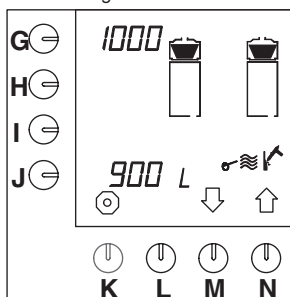

Fig. 39 Symbole de la demande de détartrage du système de filtration
- Appuyez sur la touche de sélection (M.)↓ jusqu'à ce que la fig.39 s'affiche sur l'écran de contrôle.